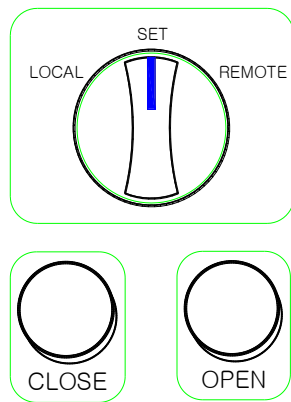

Figure 3.7 [Full Open 설정]
- 1) MHPWS-QNN 를 **Figure 3.7** 와 같이 **Select** 스위치를 **SET MODE** 에 위치한 후 **OPEN 버튼**을 이용하여 밸브를 Full Open 를 확인한다.